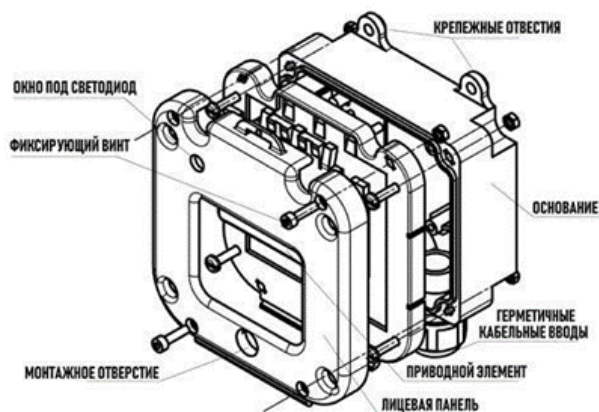
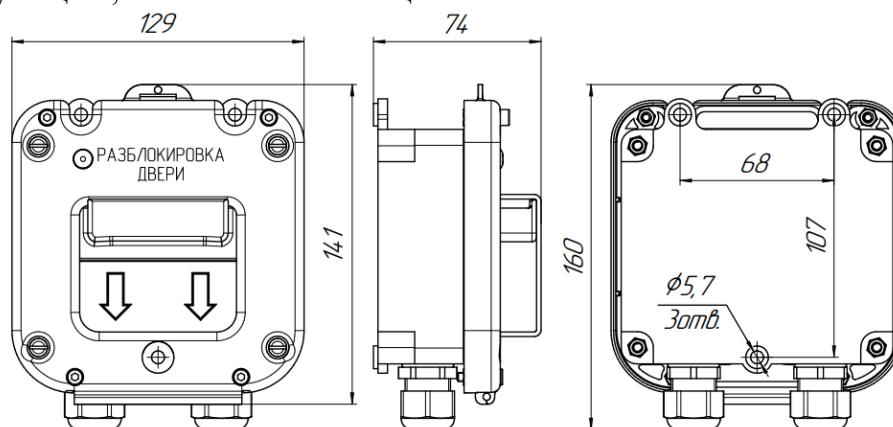

Рис.1. Элементы конструкции устройства
Рис.2. Габаритные размеры устройства
Элементы конструкции устройства показаны на рис.1. Габаритные размеры извещателя показаны на рис.2.
- 3.3 Подключите провода шлейфа через герметичные кабельные вводы к клеммам на плате устройства согласно схеме приведенной на Рис.2